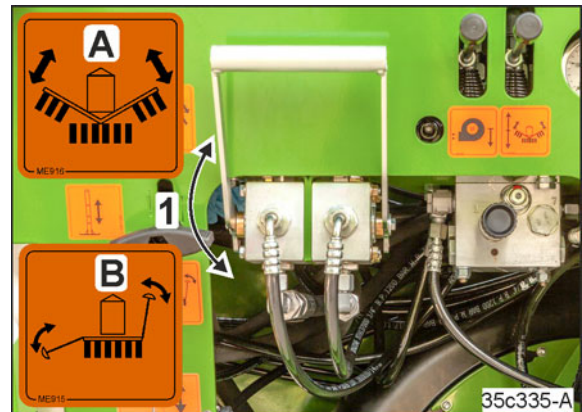

Fig. 278
2. Pârghia supapei (Fig. 278/1) stă în poziția „A”.